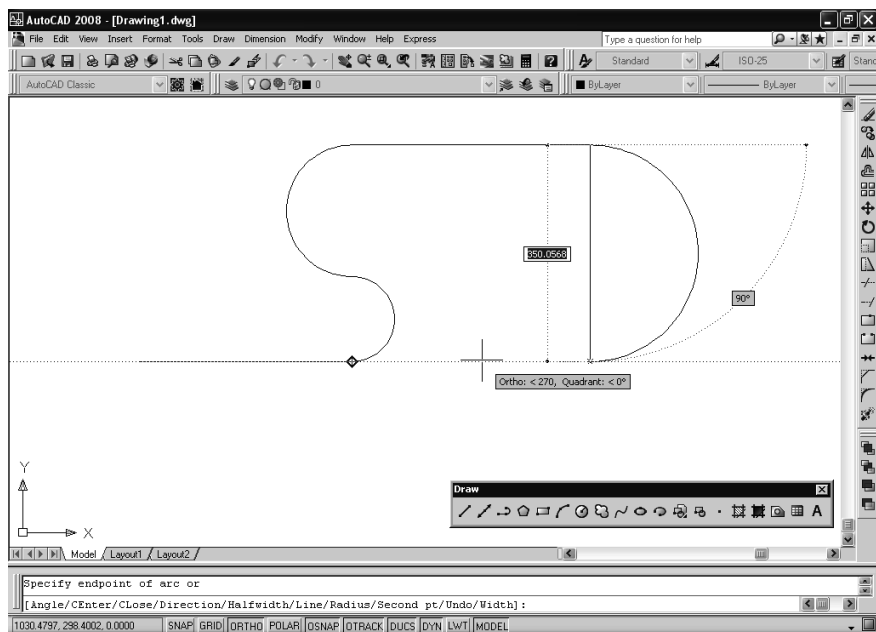

Рис. 2.29. Создание криволинейного сегмента полилинии
- Введите **ARC** (ДУГА) или просто **A** (Д), чтобы переключиться в режим вычерчивания криволинейных сегментов, а затем создайте следующий сегмент, как показано на рис. 2.29.